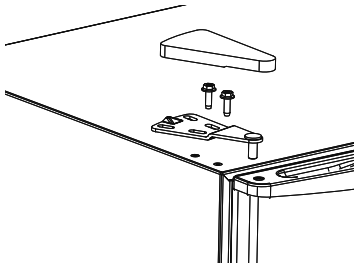

Abb. 6
- ▶ Setzen Sie anschließend das obere Scharnier wieder auf und schrauben Sie das Scharnier mit den beiden Schrauben fest. Verwenden Sie einen Kreuzschlitzschraubendreher, um die Schrauben anzuziehen (siehe **Abb. 6**).